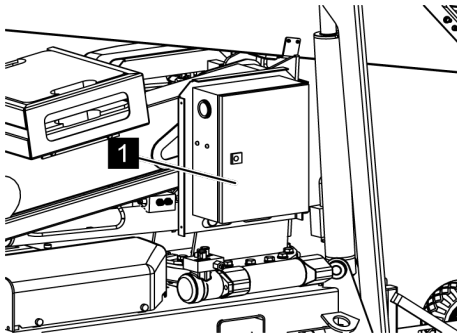

Fig. 118: Ouvrir la porte du boîtier de commande
3. → Ouvrir la porte du boîtier de commande (Voir la Fig. 118/1) avec la clé à double panneton fournie (☞ Chapitre 4.7.1 « Clés » à la page 51).
5. → Fermer la porte du boîtier de commande (Voir la Fig. 118/1) et la verrouiller avec la clé à double panneton.